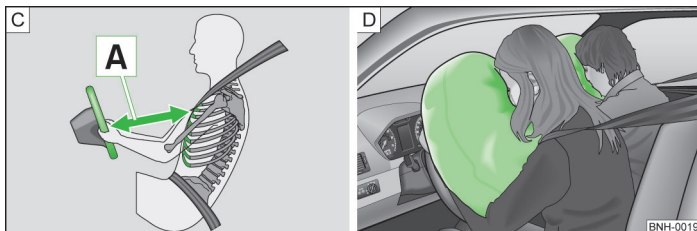

Fig. 114 Distanza di sicurezza dal volante / airbag gonfiati di gas
Quando gli airbag si attivano, si gonfiano davanti al conducente e al passeggero » fig. 114 - [D]. L'affondamento nell'airbag gonfio smorza il movimento in avanti del conducente e del passeggero e riduce il rischio di lesioni alla testa e al torace.
- È importante che il conducente e il passeggero anteriore mantengano una distanza di almeno 25 cm rispettivamente dal volante e dalla plancia [A] » fig. 114. Se non si rispetta questa distanza minima, il sistema airbag non può proteggere - pericolo di morte! Inoltre, i sedili anteriori e i poggiatesta devono sempre essere regolati in funzione della statura degli occupanti.